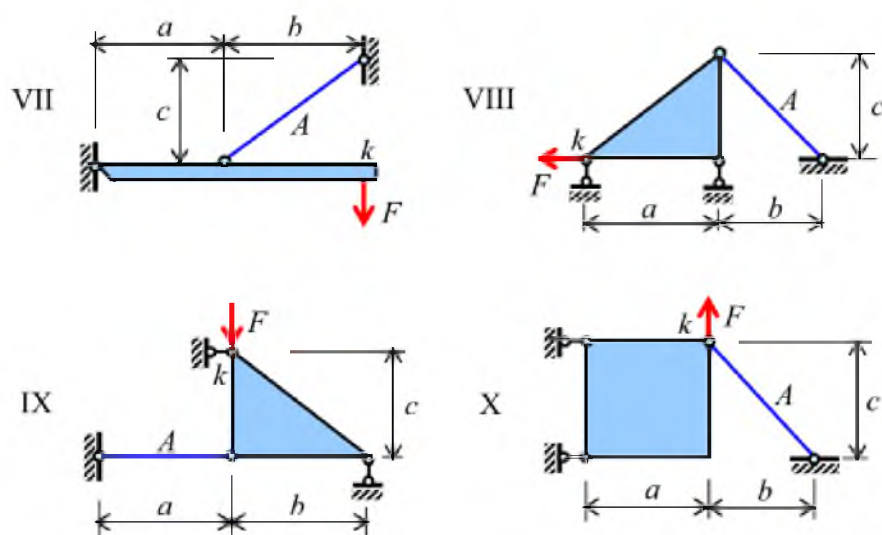

Рис. 1
1. Используя формулу Эйлера, подобрать по сортаменту на продольную сжимающую нагрузку F двутавровое поперечное сечение стойки длиной l . Коэффициент приведения длины μ (рис.1), коэффициент запаса устойчивости s_y смотри в таблице. Материал стойки сталь Ст3.
2. Используя формулу Эйлера, определить величины критической силы $F_{кр}$ и критического напряжения $\sigma_{кр}$ для сжатой стойки двутаврового поперечного сечения №22. Оба конца стойки шарнирно оперты (рис. 1а). Длина стойки 5 м. Материал стойки – сталь с пределом пропорциональности $\sigma_{пл} = 2000 \text{ кг/см}^2$.
Абсолютно жесткое плоское тело опирается на одну шарнирно неподвижную или на две шарнирно подвижные опоры и прикреплено к стержню при помощи шарниров (рис. 1).